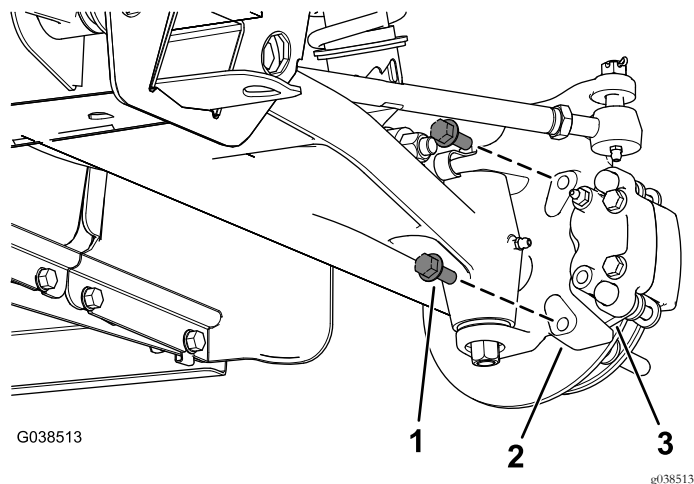

Рисунок 4
4. Выверните болты с фланцевыми головками (3/8 x 1 дюйм), которые крепят кронштейн суппорта тормоза в сборе к шпинделю, и снимите суппорт тормоза в сборе со шпинделя (Рисунок 4).
9. Установите новый суппорт тормоза в сборе на шпиндель с помощью двух болтов с фланцевыми головками (3/8 x 1 дюйм), как показано на Рисунок 4.